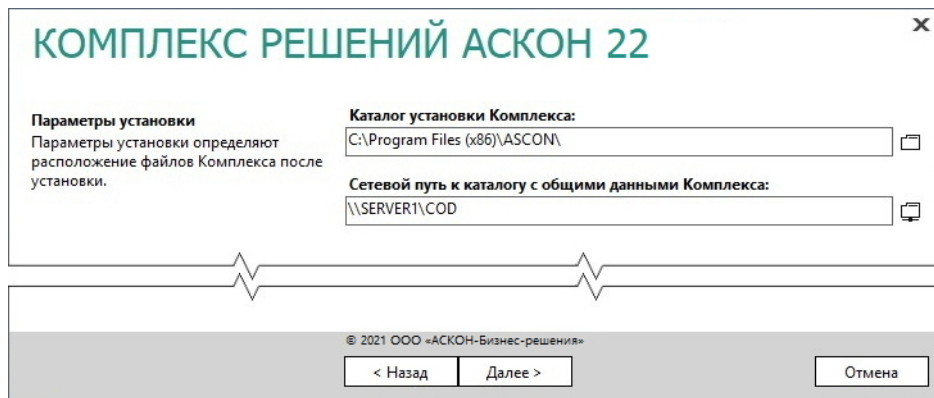

Рис. 4.28
1. Укажите полное имя каталога, в который будут установлены указанные компоненты *Комплекса* (рис. 4.28). При необходимости воспользуйтесь кнопкой **Выбрать**, чтобы указать каталог в стандартном окне Windows.